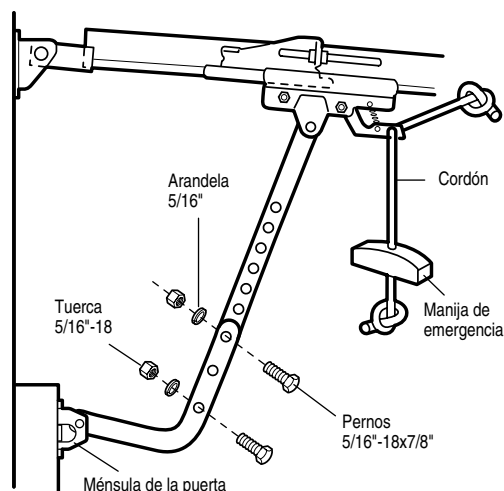

Figura 2
Si el tipo de instalación de su garaje no requiere refuerzos verticales, pero sí necesita los orificios para los sujetadores de la ménsula, taladre y sujete como se muestra en la figura 2.
- **Figura 2:**